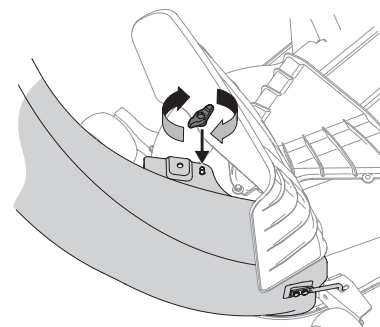

Figura 21
6. Fije el codo del bota en la plataforma de corte usando una perilla de aletas (720-04122) incluida en el paquete de herrajes 689-02364. Consulte la Figura 21.